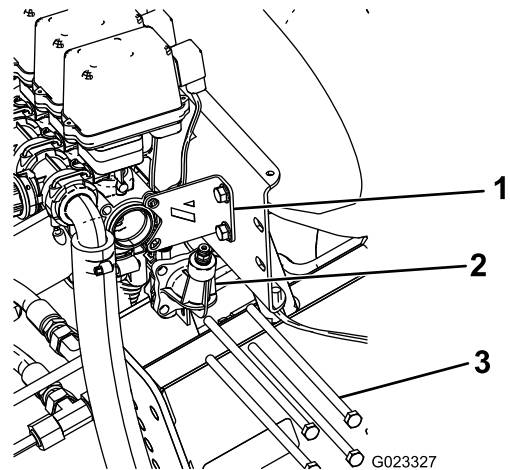

图1
2. 取下并丢弃将压力表端口固定至喷洒臂阀的 4 个长螺栓 (图1)。保留平垫圈和锁紧螺母。
3. 卸下并保留将固定支架固定至阀门总成的 2 个螺栓和螺母 (图1)。